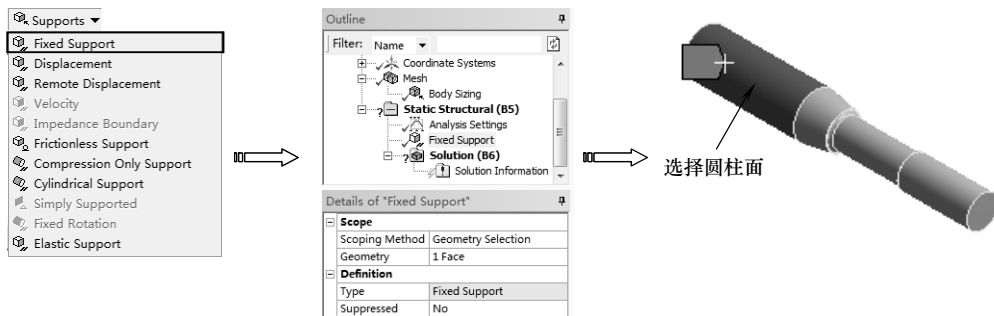

图 7-60 施加固定约束
2) 在【Outline (分析树)】中选择【Static Structural (B5)】节点，显示【载荷】工具栏。单击【Environment】工具栏上的【Supports】|【Fixed Support】命令，单击【图形】工具栏上的选择模式下的【Single Select (单选)】按钮 , 然后再单击【Face (选择面)】按钮 , 在【Details of “Fixed Support”】列表中单击【Scope】选项下的【Scoping Method】项，选择如图 7-60 所示圆柱面，最后单击【Geometry】项中的【Apply】按钮完成，如图 7-60 所示。